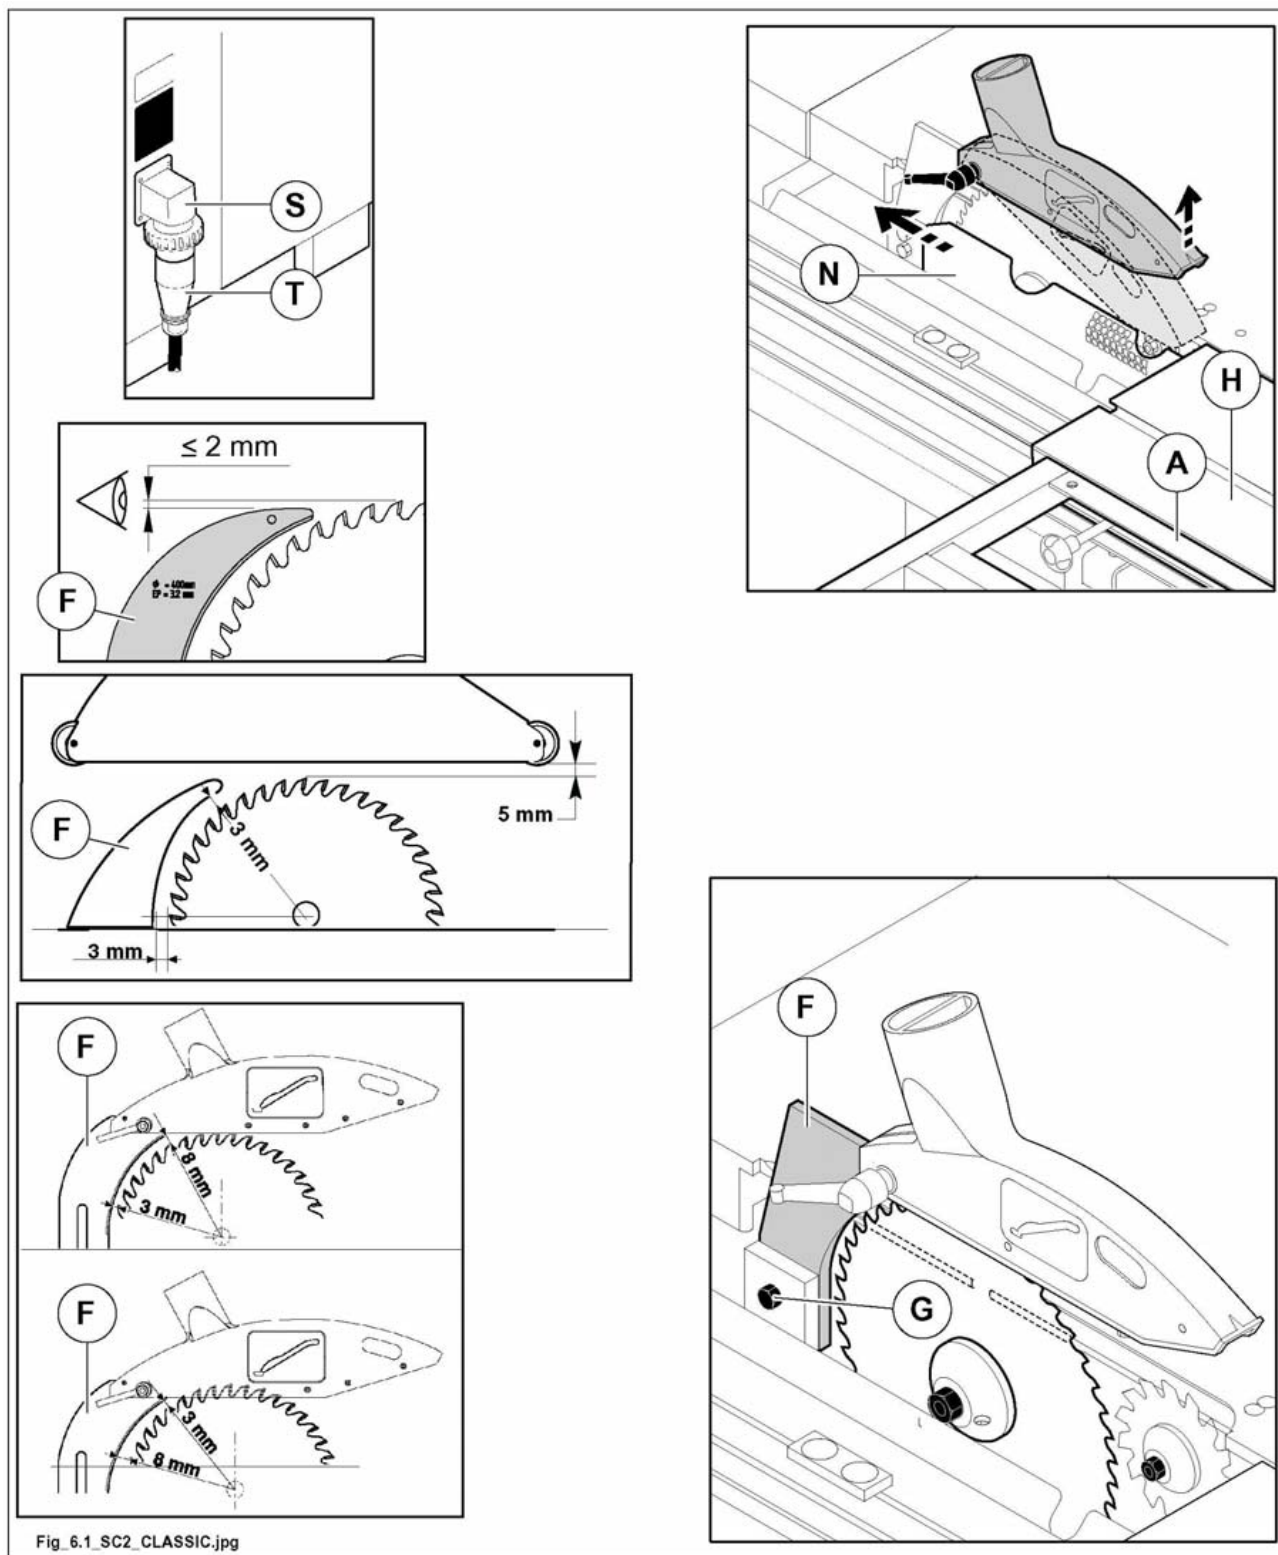

Abb. 6.1
- 2) Positionieren Sie den Winkelrahmen (A Abb. 6.1) wie in der Abbildung gezeigt wird und schieben Sie den Waggonschlitten (H Abb. 6.1) ganz nach rechts.
- 3) Öffnen Sie die Schutzvorrichtung (N Abb. 6.1).
- 4) Die Höheneinstellung des Zerteilmessers (F Abb. 6.1) durch lockern der Mutterschraube (G Abb. 6.1) einstellen.